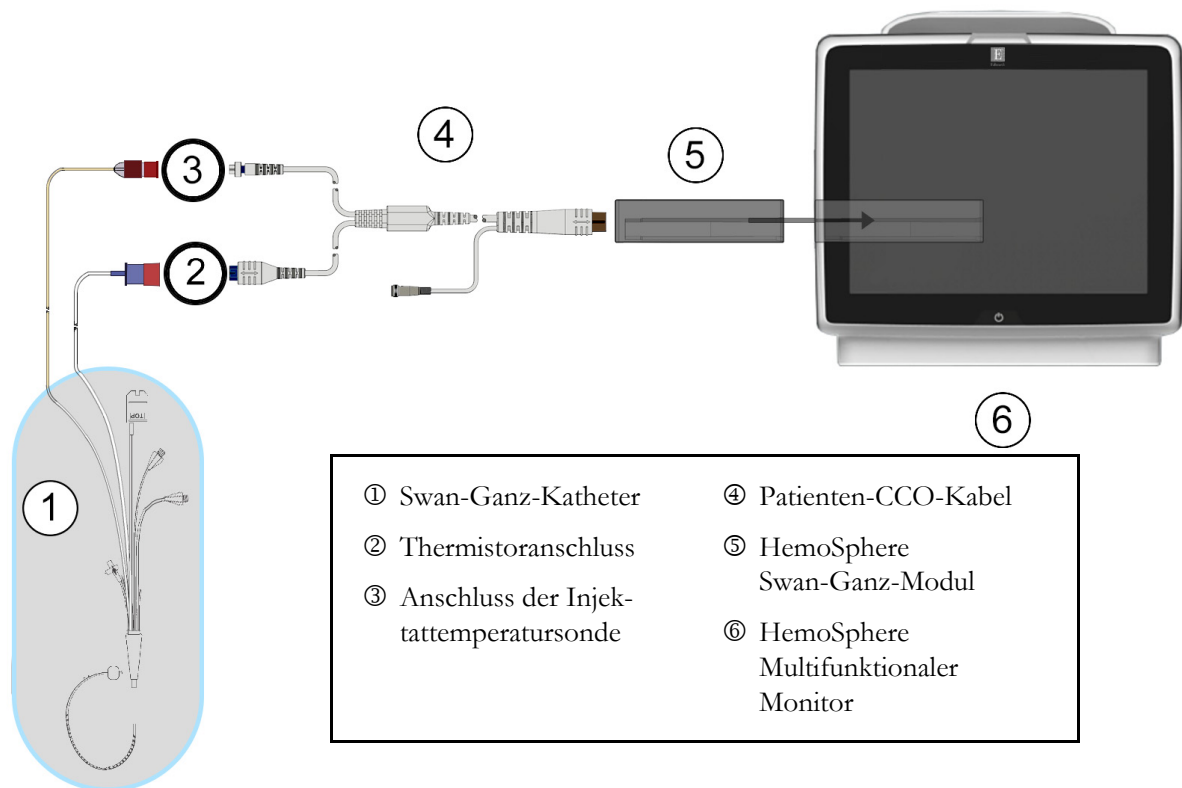

Abbildung 9-5 Übersicht der Anschlüsse für die iCO-Überwachung
- 2 Schließen Sie das Katheterende des Patienten-CCO-Kabels an den Thermistoranschluss des Swan-Ganz iCO-Katheters an (siehe den mit ② gekennzeichneten Anschluss in Abbildung 9-5).
Eine Injektattemperatursonde misst die Temperatur eines Injektats. Die ausgewählte Sonde wird an das Patienten-CCO-Kabel angeschlossen (Abbildung 9-5). Es stehen zwei Sondenarten zur Verfügung:
Schließen Sie die Injektattemperatursonde (leitungsintegrierte Sonde oder Bad-Sonde) an den Anschluss für die Injektattemperatursonde des Patienten-CCO-Kabels an (siehe den mit ③ gekennzeichneten Anschluss in Abbildung 9-5).